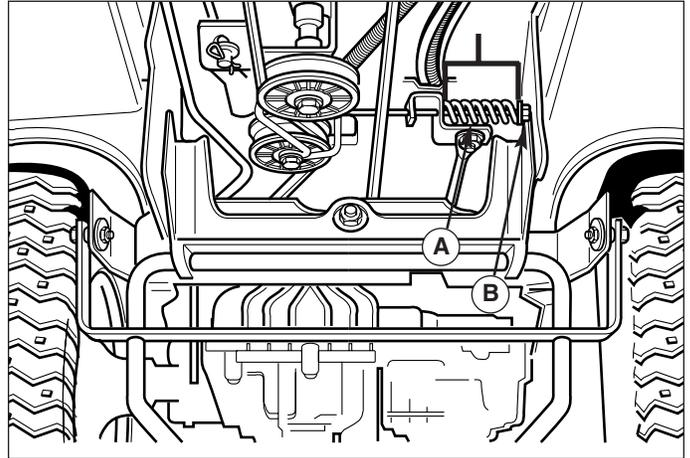

Figure 22. Réglage du ressort de frein
3. Localiser le ressort de frein (A, figure 22) et l'écrou de réglage (B).
Si le ressort ne se trouve pas dans cette plage, faire tourner l'écrou de réglage (B, figure 22) pour comprimer ou relâcher le ressort.